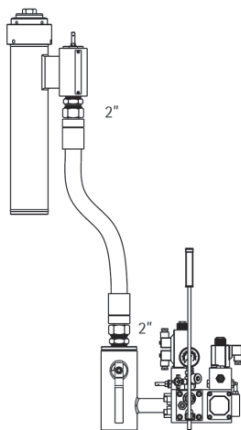

Fig. 11 – Conexión con tubo flexible 2"
- Con un solo tubo flexible de 2" y niples 2" ángulo 60° (ver Fig. 11).